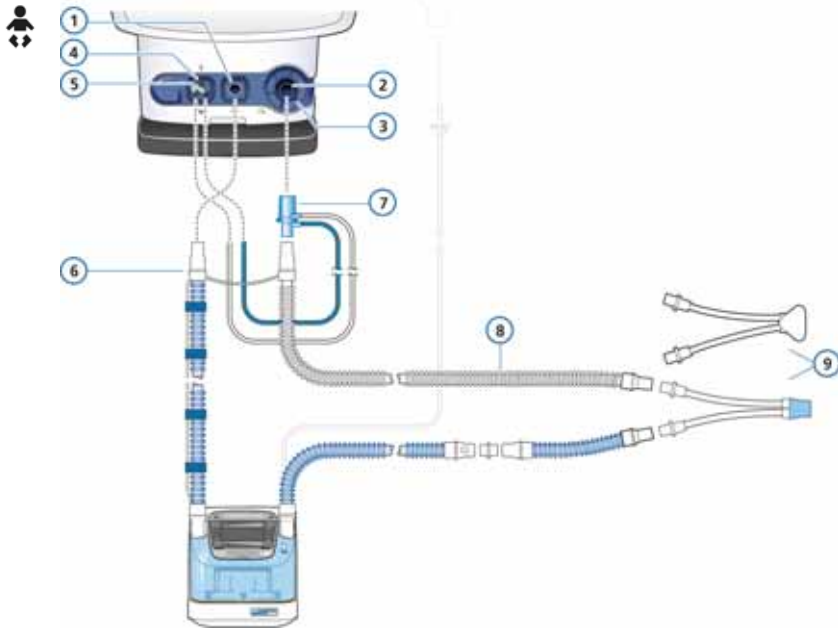

Figura 5-6. Circuito paziente con umidificatore, per nCPAP-PS (neonatale)
Le Figure 5-4 e 5-5 mostrano circuiti paziente tipici con un umidificatore o un HME/HMEF, applicabile alla maggior parte delle modalità di ventilazione. La Figura 5-6 mostra un circuito paziente tipico per l'uso nella modalità nCPAP-PS.
- Quando si utilizza la modalità nCPAP-PS, il sensore di flusso è connesso alla branca espiratoria sulla valvola espiratoria sul ventilatore. Vedere la Figura 5-6.